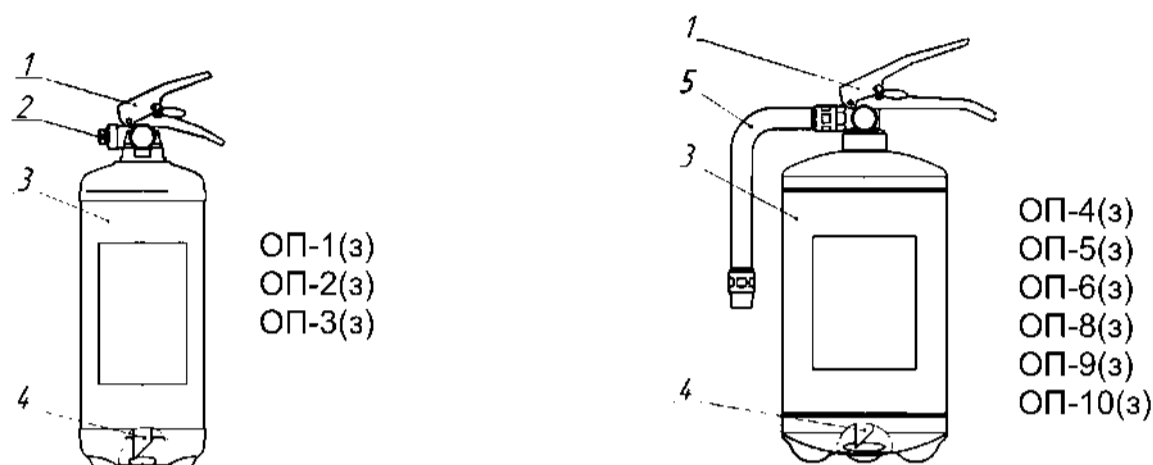

Рисунок 1
4.1 Конструкция огнетушителей на рис. 1. Огнетушители состоят из корпуса 3, в горловину которого ввернуто ЗПУ 1 с сифонной трубкой 4. К выходному отверстию ЗПУ огнетушителей ОП-1 (з)-ОП-3(з) подсоединяется сопло 2, а в ОП-4(з) - ОП-10(з) распылитель 5.